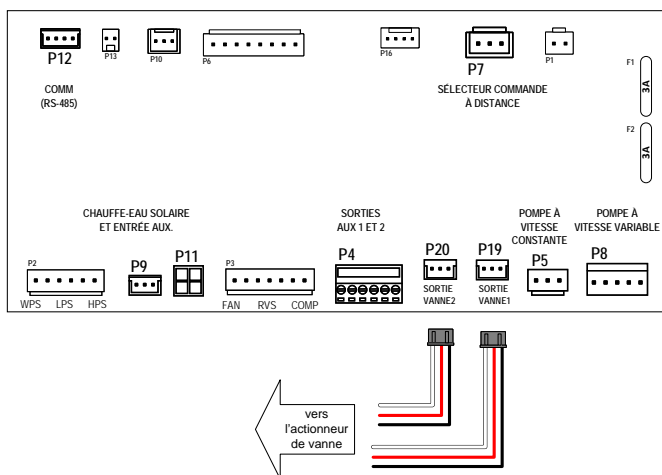

Figure 132. Câblage des faisceaux des actionneurs de vannes
2. Connecter les faisceaux des actionneurs de vannes fournis sur site aux bornes de la carte de contrôle repérées par « VALVE 1 » [P19] et « VALVE 2 » [P20]. Les contacts de manœuvre présentent des valeurs nominales de 0,75 A à 24 VCA. Voir Figure 132.